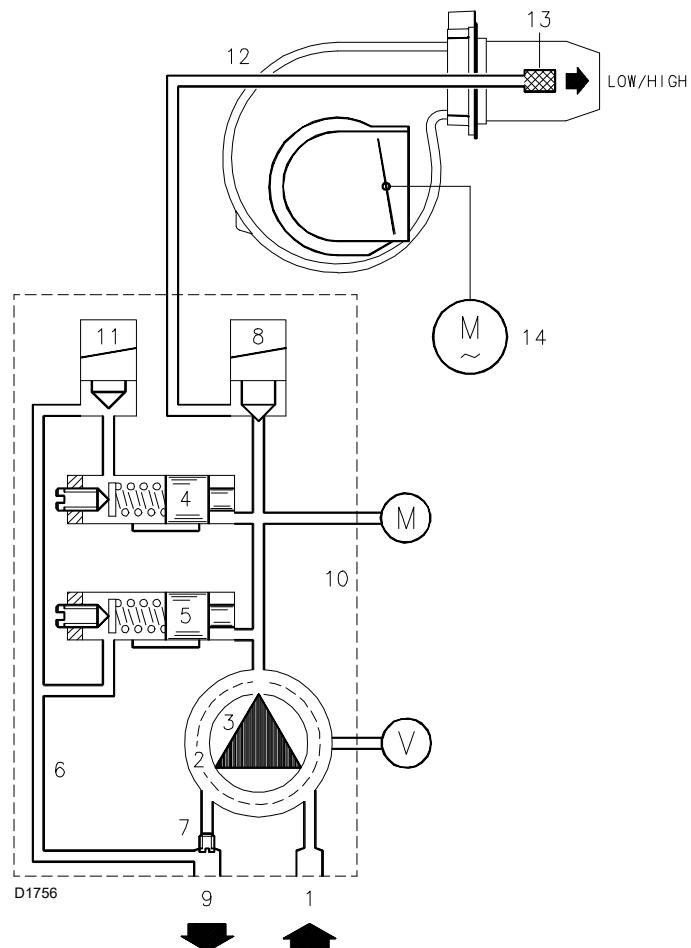

Abb. 25
- Wenn die Temperatur oder der Druck bis zur Öffnung von TR zunehmen, öffnet das Magnetventil 11) (Abb. 25) und der Brenner geht von der 2. zur 1. Betriebsstufe über.